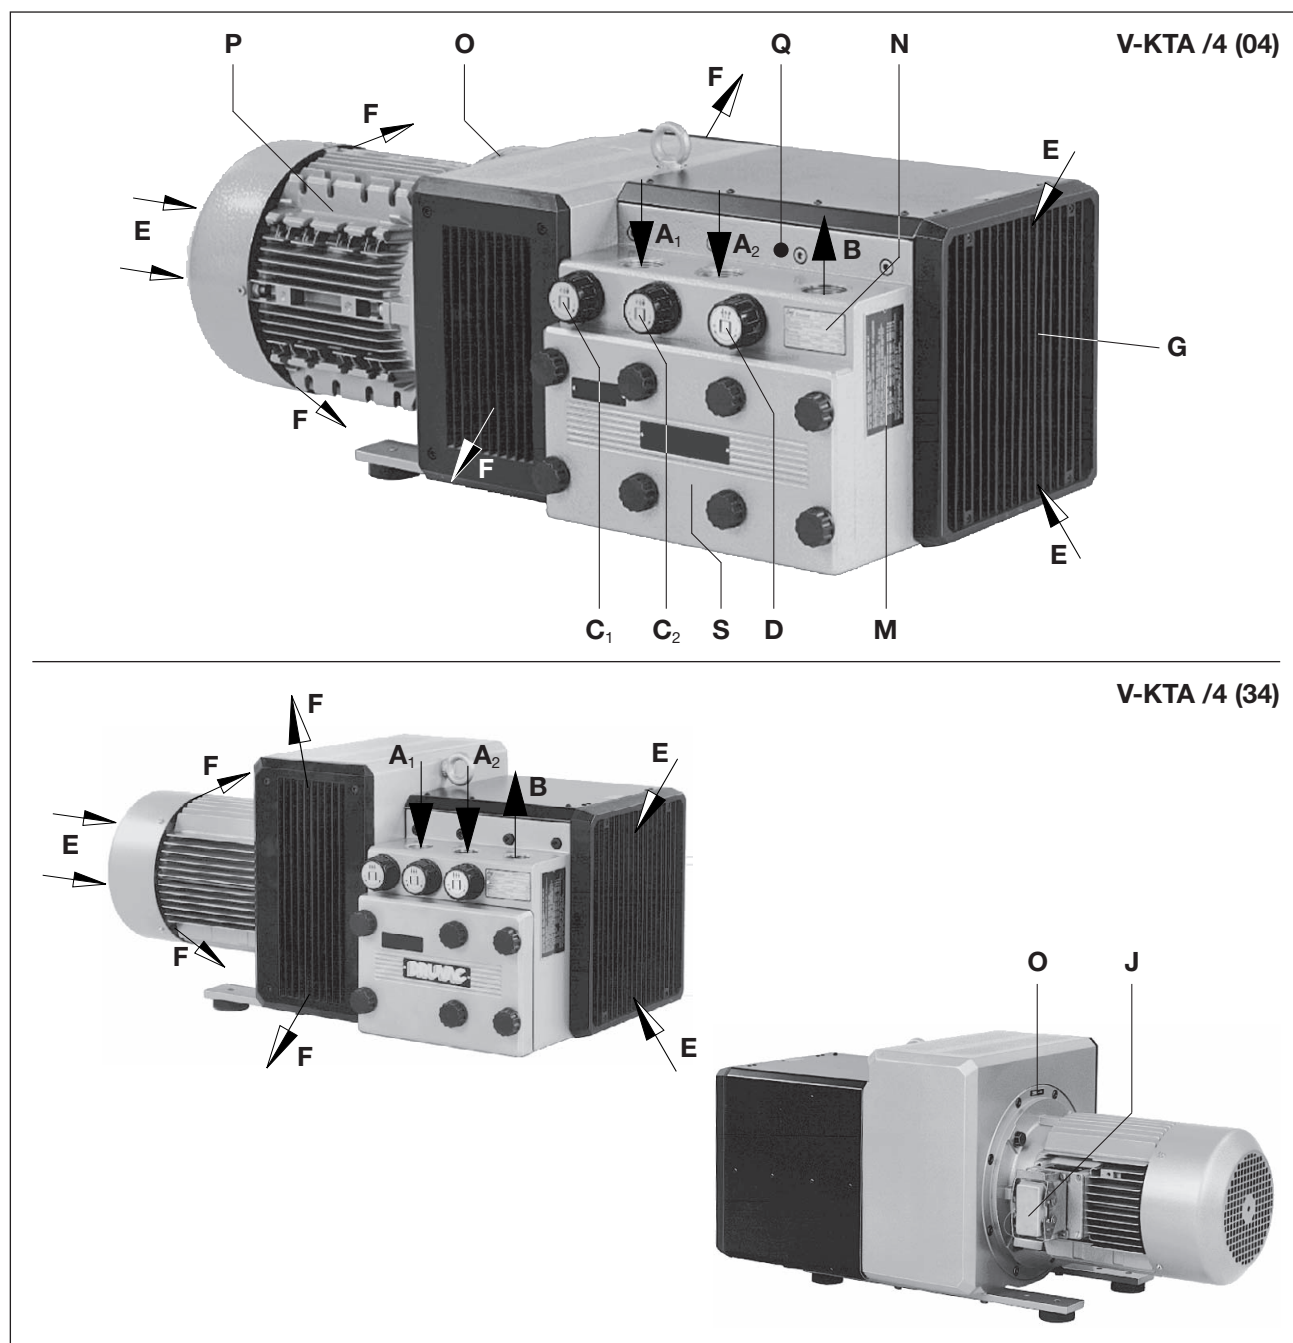

Fig. 2 Pompe pression-vide V-KTA /4
Le débit volumétrique nominal est de 60, 80, 100 et 140 m³/h pour 50 Hz. Les limites de charge tant côté aspiration que surpression (bar) sont indiquées sur l'étiquette caractéristique (fig. 2/N).
Le carter du filtre (fig. 2/S) doit rester facilement accessible.
Les entrées (fig. 2/E) et sorties (fig. 2/F) d'air de refroidissement doivent être espacées des parois avoisinantes d'au moins 30 cm. L'air de refroidissement refoulé ne doit pas être réaspiré. Pour faciliter la maintenance, il convient de prévoir un dégagement d'au moins 40 cm devant le carter du filtre (fig. 2/S) et la grille d'aspiration (fig. 2/G).
Les plages de surpression et de vide se règlent au moyen de la valve de réglage de la pression (fig. 2/D) et de la valves de réglage du vide (fig. 2/C₁, 2/C₂) selon le symbole placé sur le bouton.
- a) Les données électriques du moteur sont indiquées sur la plaque signalétique de l'appareil (fig. 2/N) ou sur celle du moteur. Les moteurs sont conformes à la norme DIN EN 60034 et ils sont exécutés dans la classe de protection IP 55 et la classe d'isolation F. Le schéma de raccordement se trouve dans la boîte à bornes du moteur (ceci ne concerne pas les exécutions avec prise). Vérifier que les données électriques du moteur sont bien compatibles avec le réseau (type de courant, tension, fréquence, intensité admissible).
- b) Relier le moteur à la prise (fig. 2/N) ou au disjoncteur (pour sa protection) et bloquer le câble d'alimentation par un presse-étoupe. Nous recommandons un disjoncteur à coupure temporisée pouvant supporter une éventuelle surintensité. Lors d'un démarrage à froid, une éventuelle surintensité peut se produire momentanément.
En fonctionnement normal, les températures de surface pour les éléments (fig. 2/Q) peuvent dépasser les 70°C.
- ▷ Le sens de rotation préconisé de l'arbre d'entraînement est indiqué par la flèche d'indication du sens de rotation (fig 2/O) située sur la bride du moteur.